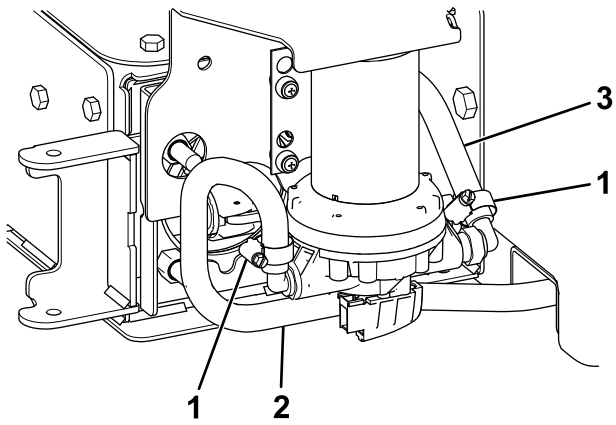

Figura 23
16. Sujete la manguera de 18" (45 cm) que va desde la boquilla de pulverización al acoplamiento de manguera en el lado derecho de la bomba con una abrazadera (Figura 23).
- Sujete la manguera de 48" (1.2 m) al acoplamiento de manguera del lado izquierdo de la bomba con una abrazadera (Figura 23).
- Enrute la manguera por debajo del larguero del bastidor, hacia el filtro (Figura 23).